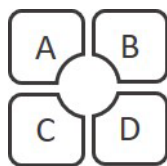

图 5. 安捷伦 Seahorse XF 探针板加药口的位置和编号
- 4 根据表 6，每个加药口上样 25 μL 化合物溶液。加药口位置请参阅图 5